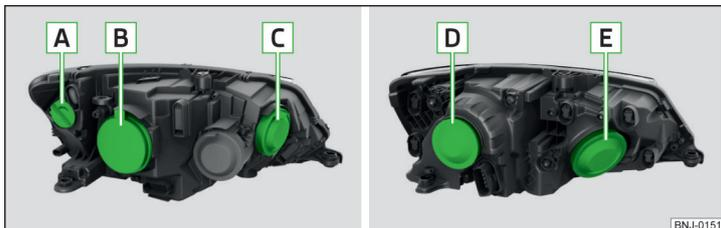

Fig. 203 Raffigurazione di principio: Fari alogeni / proiettori alogeni
**Disposizione delle lampadine** » fig. 203
- Estrarre il coperchio di protezione **B** » fig. 203 a pag. 192.
- Inserire il coperchio di protezione **B** » fig. 203 a pag. 192.
- Estrarre il coperchio di protezione **[C]** » fig. 203 a pag. 192.
- Inserire il coperchio di protezione **[C]** » fig. 203 a pag. 192.
- Estrarre il coperchio di protezione **[B]** » fig. 203 a pag. 192.
- Inserire il coperchio di protezione **[B]** » fig. 203 a pag. 192.
- › Estrarre il coperchio di protezione **D** » fig. 203 a pag. 192.